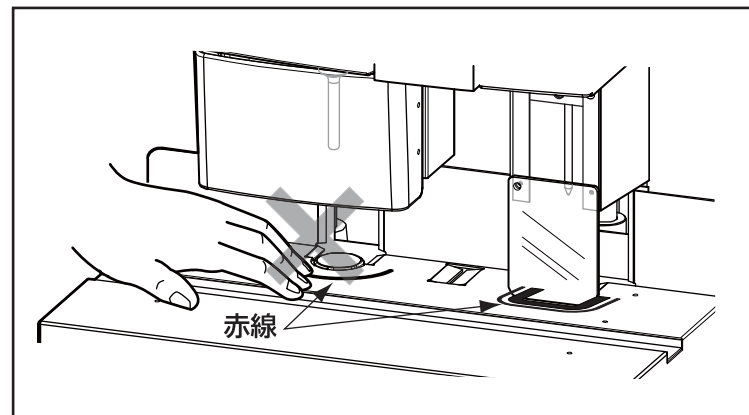

図9
- 赤い線の内側に手や指を入れてはいけません。電源スイッチが入っている場合、ドリルや押さえアームが稼働して、けがをすることがあります。 図9参照
- “A4S” の場合、“●” が対応マークとなっていますので、“●” マーク2カ所の位置で穴あけをしてください。 **図9 参照**